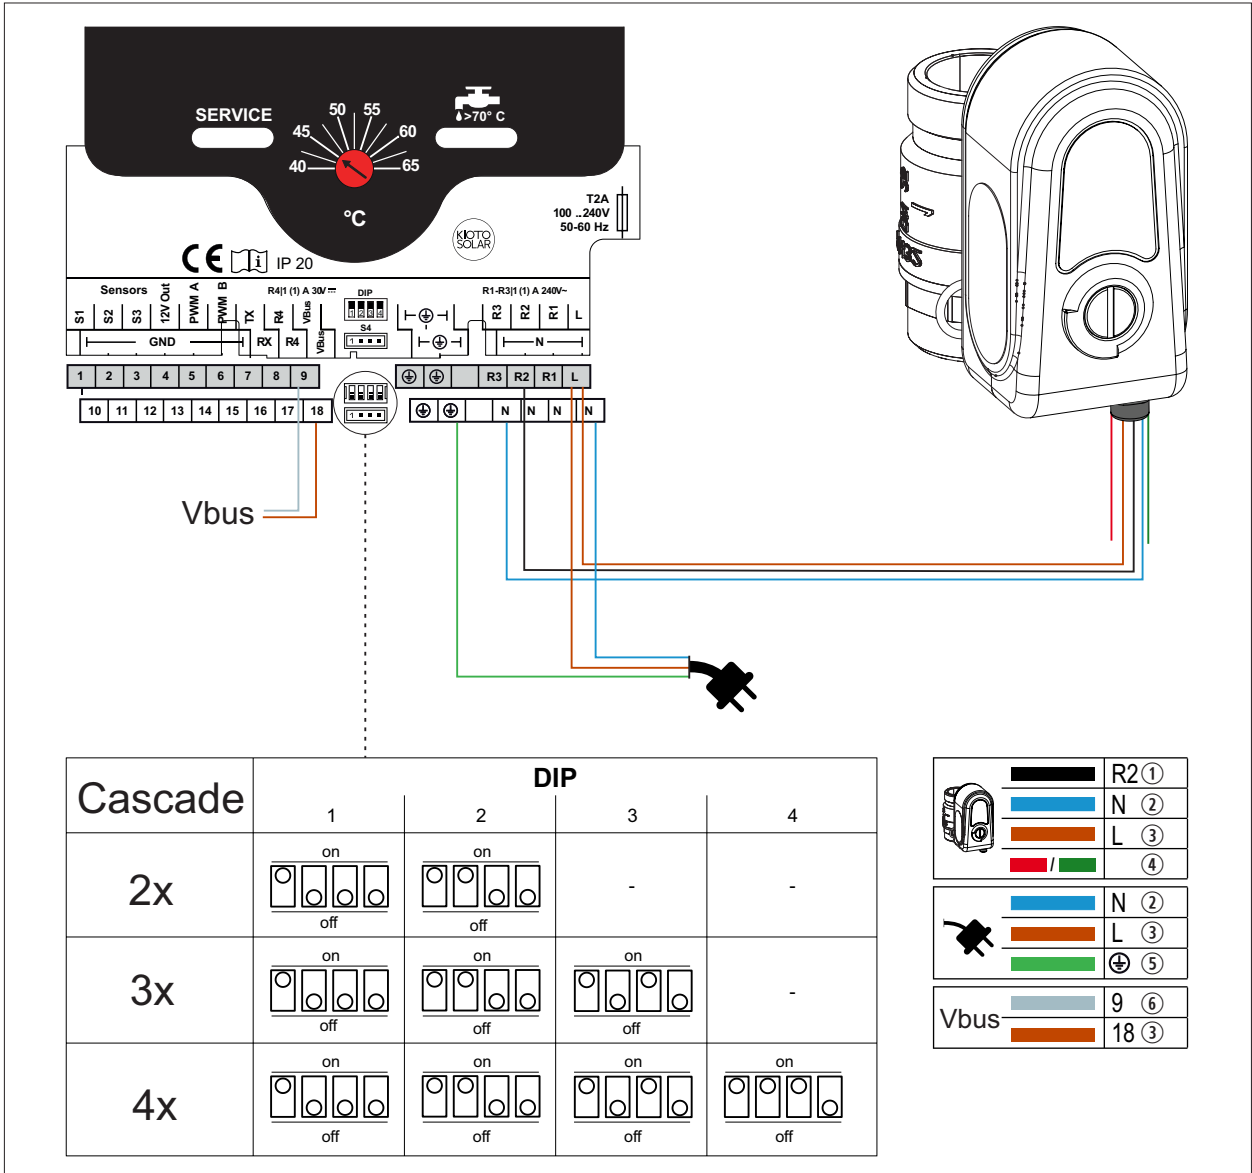

Abb. 3.13 Elektroanschluss Kaskadenventil
- ▶ DIP-Schalter (Abb. 3.13 Elektroanschluss Kaskadenventil) einstellen.
- ▶ Schwarze (1), blaue (2) und braune (3) Leitungen verbinden.